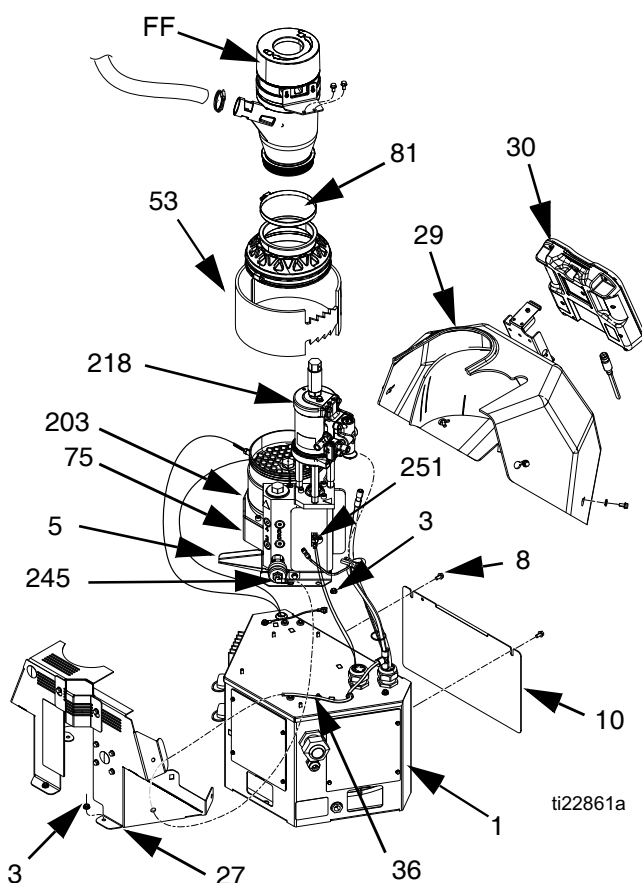
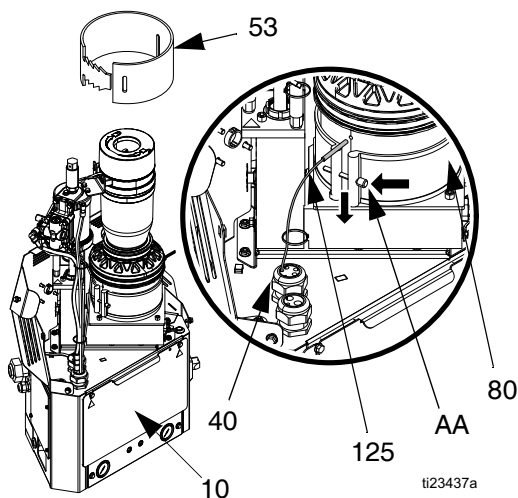

ABB. 37
ABB. 40
5. Das Kabel vom ADM (30) entfernen, dann Abdeckung (29) nach vorne schieben und vom System entfernen.
6. Die Schrauben (8) entfernen, dann die vordere Zugangstür (10) des Schaltkastens entfernen.
8. Luftrohr (36) vom Entlastungsventil (245) entfernen. Luftrohr von der Metallabdeckung (27) ziehen.
9. Muttern (3) auf Rückseite der Metallabdeckung (27) entfernen, dann Abdeckung entfernen.
10. Gewebeisolierung (53) des Schmelzers entfernen.
11. Schrauben (AA) lösen und dann Sensor (125) abnehmen. Siehe ABB. 40, Seite 68.
12. Schlauchklemme (81) lösen, dann Trichter (FF) abnehmen.
13. Stecker vom Übertemperatur-Schalter (251) entfernen.
14. Isolierungen (53, 75) von Schmelzereinheit (5) entfernen.
15. Kabel des Füllstandssensors vom Füllstandssensor (20) trennen. Siehe **Füllstandssensor ersetzen**, Seite 73.
17. Luftrohr vom Druckluftmotor (218) entfernen.
Platte (siehe ABB. 40)
4. Luftrohr (36) vom Entlastungsventil entfernen. Luftrohr durch die Metallabdeckung (27) ziehen.
5. Die Muttern (3) entfernen und dann die Metallabdeckung (27) entfernen. Siehe ABB. 37, Seite 65.
6. Gewebeisolierung (53) des Schmelzers entfernen.
7. Schrauben (AA) lösen und dann Sensor (125) abnehmen.
8. Die Zugangstür (10) des Schaltkastens entfernen.
9. Kabel des Temperatursensors vom MZLP-Anschluss J5 trennen. Siehe ABB. 40.
Wiedereinbau (siehe ABB. 40):